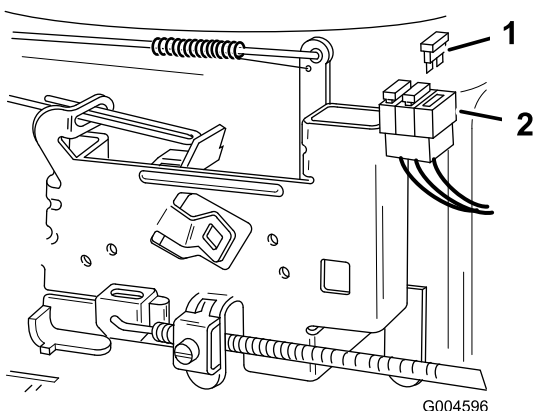

Bild 31
1. Træk opad i sikringen (Bild 31) for at fjerne den fra fatningen.